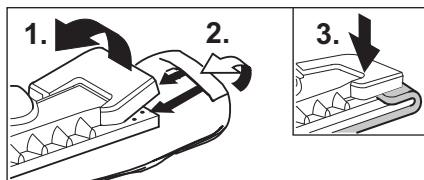

Fig. 12 : fixation de la serpillière
- Fixez la serpillière (H3) sur la buse pour sol (H1). Pliez pour ce faire la serpillière dans le sens de la longueur et posez la buse pour sol dessus. Tirez l'une après l'autre les extrémités dépassant de la serpillière sous les agrafes de retenue (H2) (voir fig. 12).